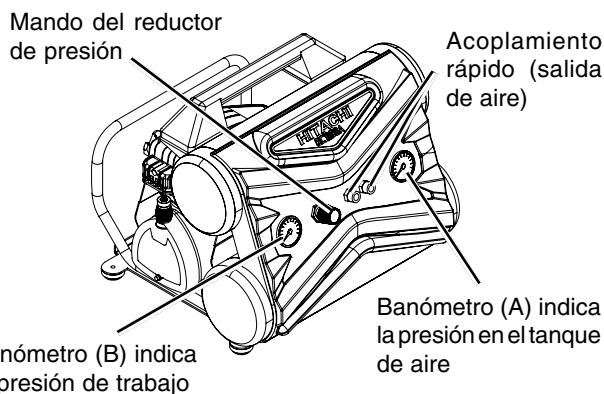

Fig.6
Desenganche el mando del reductor de presión tirando de él hacia arriba, y ajuste la presión hasta el nivel requerido girándolo hacia la derecha para aumentar y hacia la izquierda para reducirla. Existe un banómetro (B) para saber cuando se ha alcanzado la presión requerida. Cierre el mando empujándolo firmemente hacia abajo (consulte la Fig.6).